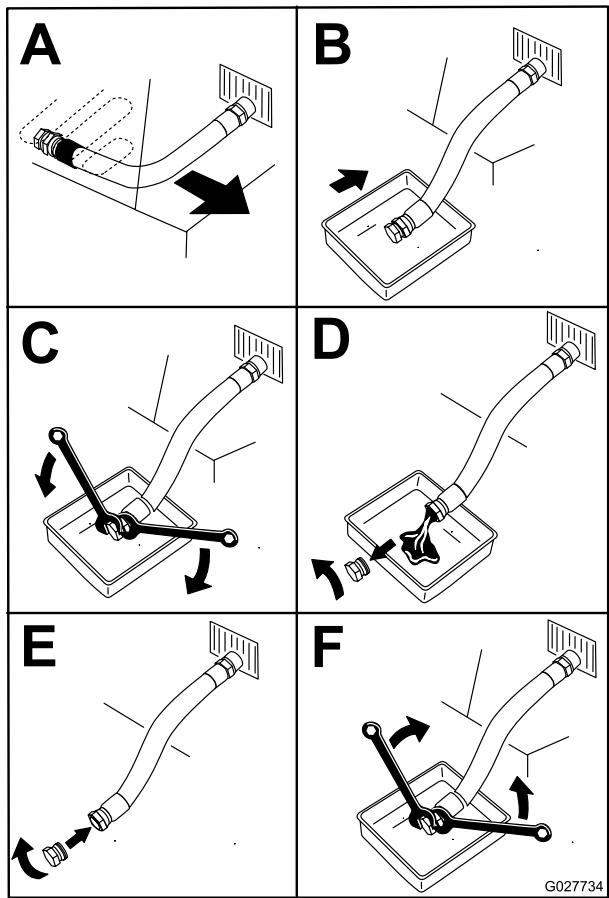

Figura 56
5. Drene el aceite del motor (Figura 56).